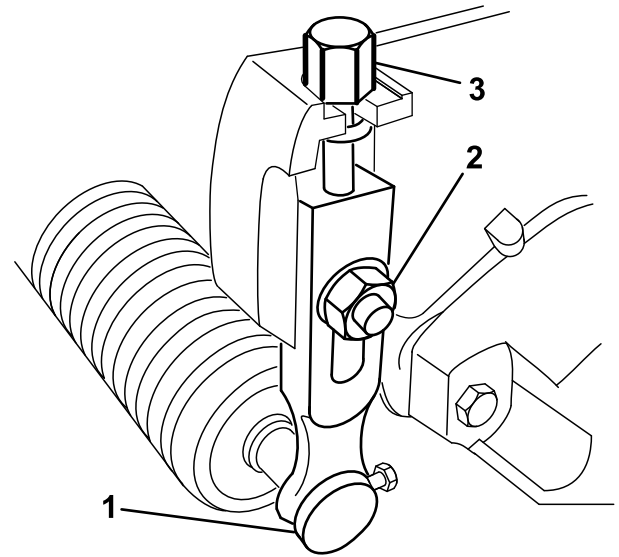

图 9
1. 松开将剪草高度臂固定到滚刀组侧板上的锁紧螺母 **图 9**。